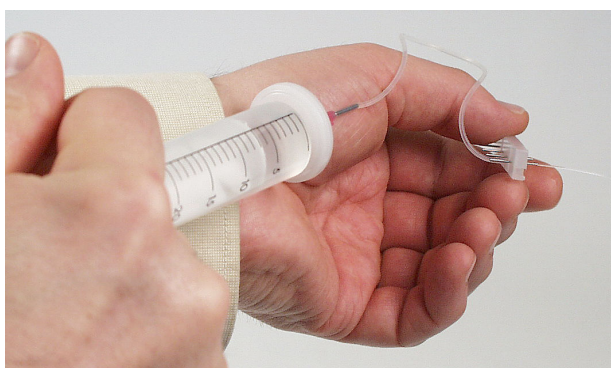

Figure 5–30. Pression du liquide à travers l'aiguille
6. Fixez la tubulure courte sur la sortie de l'aiguille et pressez le liquide à travers la seringue (Figure 5–30).